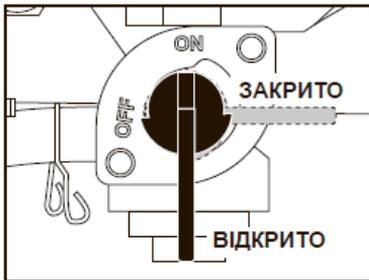

Рис.6
- Поверните топливный кран в положение «Открыто (ON)» (Рис. 6);